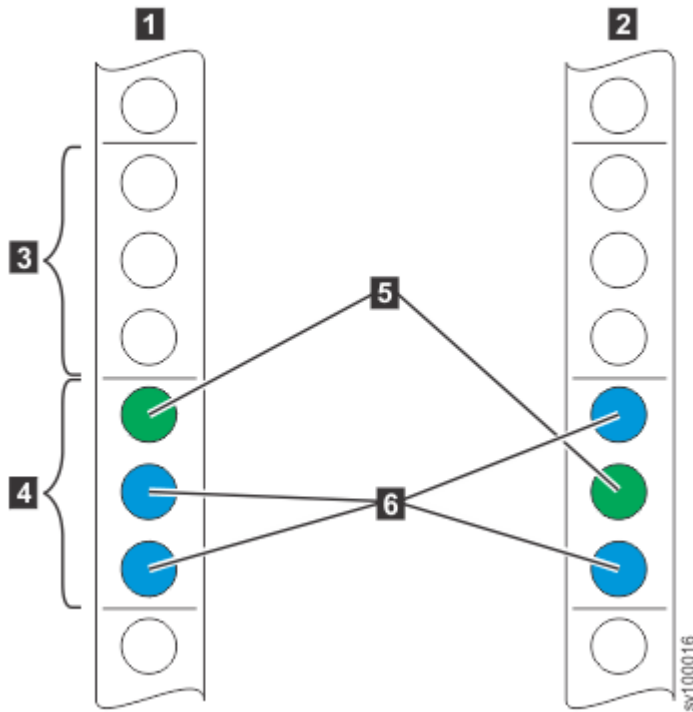

Abbildung 21. Gehäuseplatz identifizieren
2. Wählen Sie einen freien Gehäuseplatz für zwei Einheiten (2U) im Rack aus (je nach zu installierendem Knoten), um Ihren Knoten zu installieren (siehe Abbildung 21 auf Seite 21).